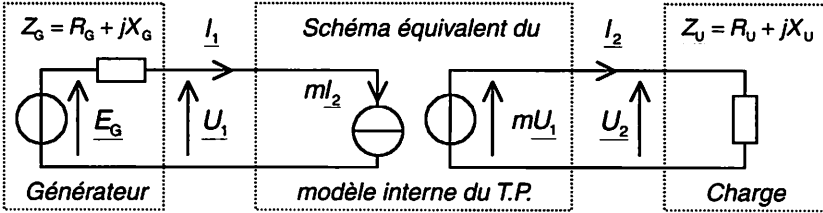
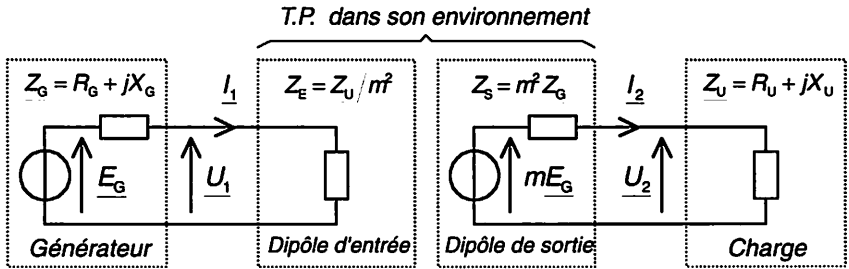

Figure 8.3 Adaptation d'impédance – Modèle interne du T.P.
Figure 8.4 Modèles de Thévenin vus au primaire et au secondaire
Pour bien comprendre, et bien que l'on puisse s'en passer ici, on commence par remplacer le T.P. par le schéma équivalent de son modèle interne décrit par les équations rappelées en début d'énoncé (Fig. 8.3).
3. Modèles de Thévenin vus au primaire et au secondaire (Fig. 8.4)
Attention, il ne faut pas confondre le modèle interne du T.P. (Fig. 8.3), et les modèles vus au primaire et au secondaire (Fig. 8.4). Son modèle interne est indépendant du générateur et de la charge, ce qui n'est pas le cas des modèles de Thévenin vus au primaire et au secondaire.